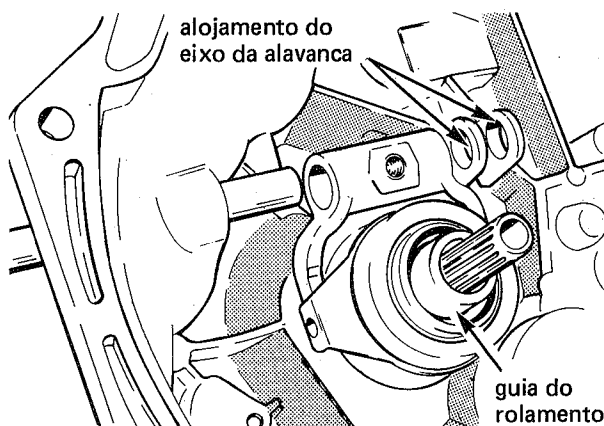

fig. 107
20. Aplicar uma leve camada de lubrificante especificado, na guia do rolamento e no alojamento do eixo da alavanca (fig. 107)
21. Posicionar o conjunto do rolamento de encosto e garfo da embreagem, em seu local de montagem; instalar o eixo de acionamento, observando a sua correta posição (fig. 107). Instalar o parafuso de fixação do garfo, apertando-o ao torque especificado